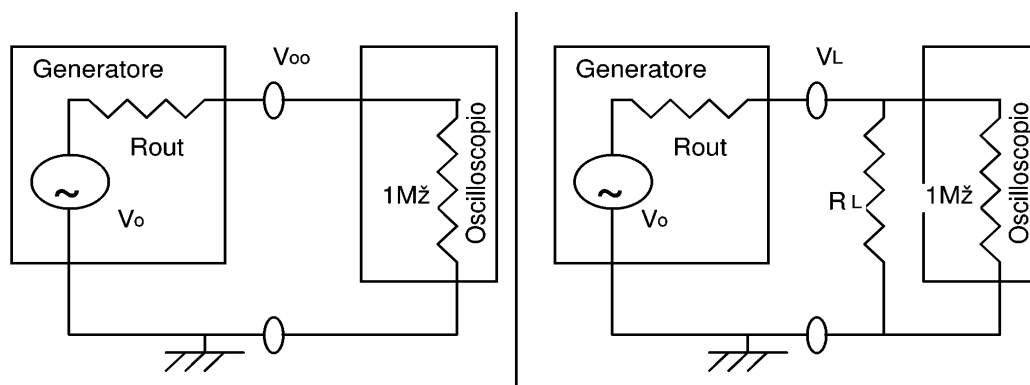

Figura 1:
Si faccia riferimento alla figura 1
- Misurare la tensione V_{oo} all'uscita del generatore, come mostrato nella parte sinistra della figura 1. Poiché l'impedenza dell'oscilloscopio è $1M\Omega \gg R_{out}$, si ha $V_{oo} \approx V_o$, cioè la caduta di tensione su R_{out} è trascurabile.